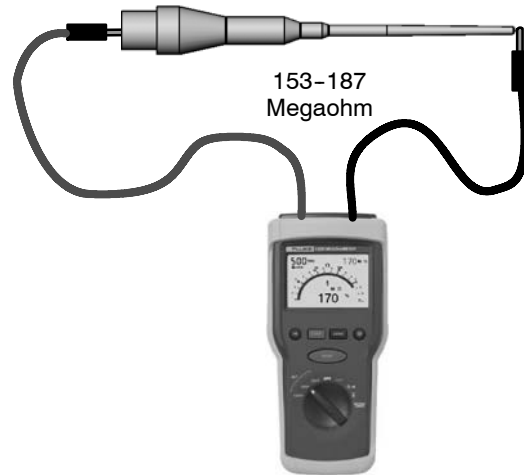

Abb. 5 Widerstandsprüfung des Widerstandes
2. Siehe Abbildung 5. Die Prüfspitzen des Widerstandsmessgerätes an Widerstandsfeder und Elektroden spitze anschließen.